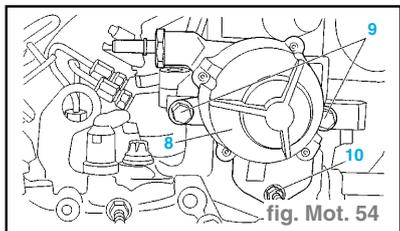
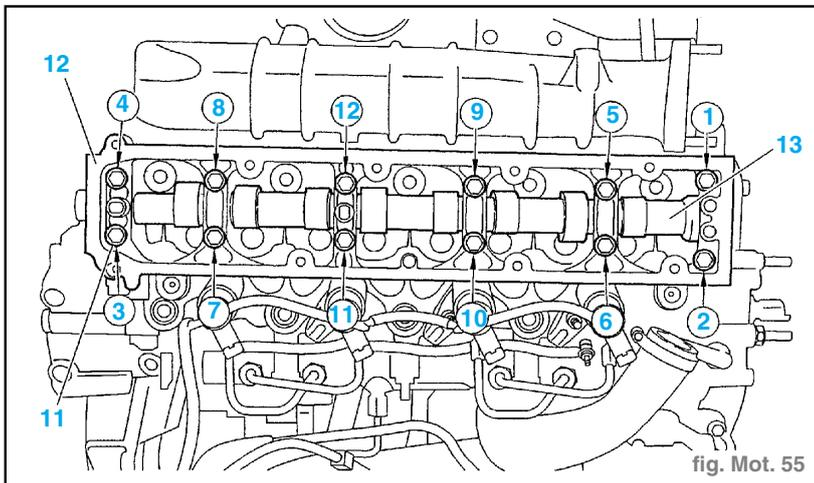

fig. Mot. 54
fig. Mot. 55
- les vis (9), (fig. Mot. 54)
- l'écrou (10),
- la pompe à vide (8).
- Desserrer les vis (11) (ordre de 1 à 12). (fig. Mot. 55)
- le carter chapeaux de paliers d'arbre à cames (12),
- la pompe à vide (8) (munie d'un filtre et d'un joint torique neufs). (fig. Mot. 54)